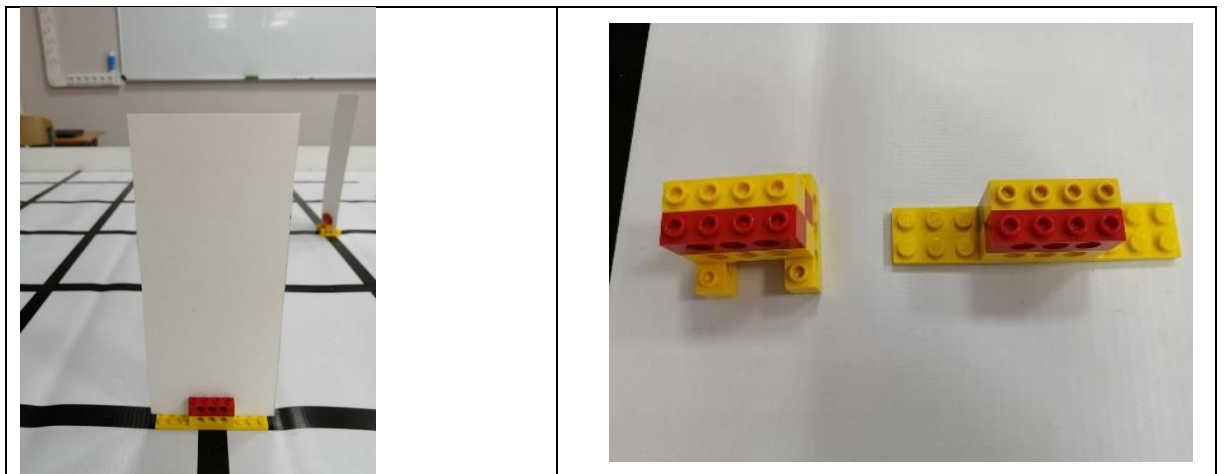

Рисунок1	Рисунок2
2. **СТЕНКА** – прямоугольник из картона формата А4 («книжной» ориентации). В качестве основания для бумажной стенки возможны конструкции из деталей Лего. Стенка фиксируется между кубиками одной из конструкций (см. рисунок 1). Из таких заготовок можно составить стенку разной длины.